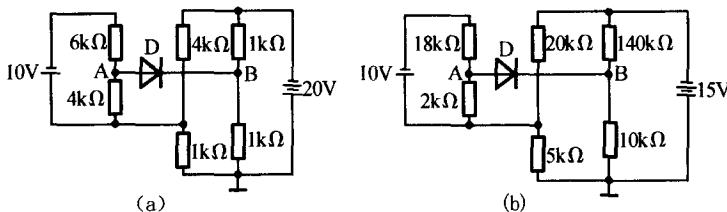

图 14.8
14.2.2 设图14.8中D为理想二极管,试通过计算判断它们是否导通?